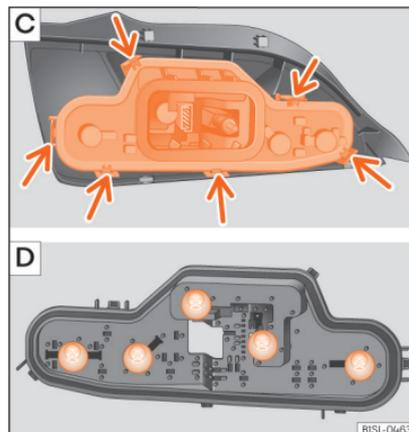

Abb. 53 Rückleuchte: Lampenhalter ausbauen
- Lampenhalter an den Verriegelungslaschen (Pfeile) » Abb. 53 [C] entriegeln und Lampenhalter aus der Rückleuchte herausnehmen.
- Ausgefallene Glühlampe durch eine neue Glühlampe gleicher Ausführung ersetzen » Abb. 53 [D].
- Lampenhalter in die Rückleuchte einsetzen. Die Verriegelungslaschen (Pfeile) müssen hörbar einrasten » Abb. 53 [C].